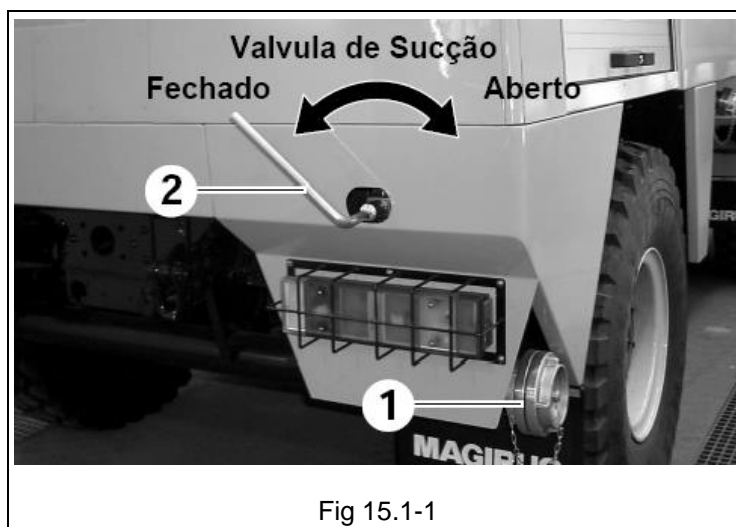

Fig 15.1-1
- Abra manualmente o órgão de obturaç o Sucção do exterior na parte traseira do veículo (Fig 15.1-1, Pos. 2).